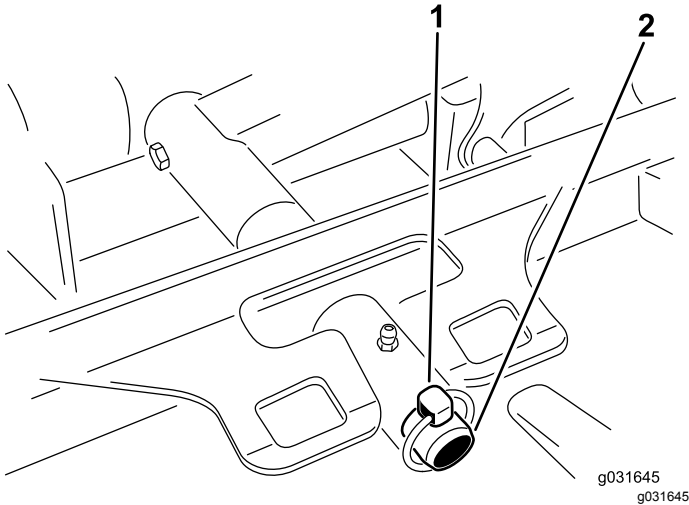

図 69
3. デッキのキャリアフレームを昇降アームのピボットピンに固定しているリンチピンまたはリテーナナットを外す 図 69。
3. デッキのキャリアフレームを昇降アームのピボットピンに入れ、リンチピンとリテーナナットで固定する 図 69。